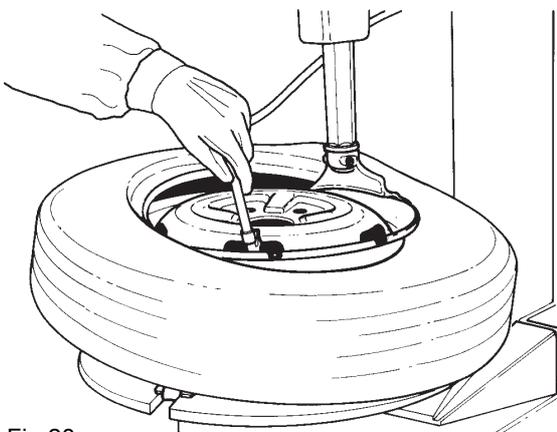

Fig.28
D. Mount the first bead as described in Point **B** of Chapter 4.2. Put the tube inside the tire and connect the inflation air line to the tube valve to hold the tube in place. (Fig.28). Mount the top bead following the directions above.
D. Monter le premier talon comme décrit au Chapitre 4.2, **B**. Mettre la chambre à air dans le pneu et accrocher la vanne avec la pince du tuyau de gonflage (Fig. 28). Monter le deuxième talon comme le premier.